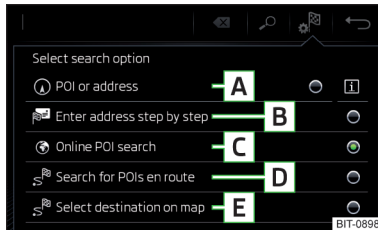

Abb. 208
Funktionsflächen » Abb. 208
- › Anschließend die Funktionsfläche eines der Menüpunkte für die Zielsuche **A**, **C** oder **D** antippen » Abb. 208 auf Seite 185.
- ▶ Anschließend die Funktionsfläche **B** → E » Abb. 208 auf Seite 185 antippen.